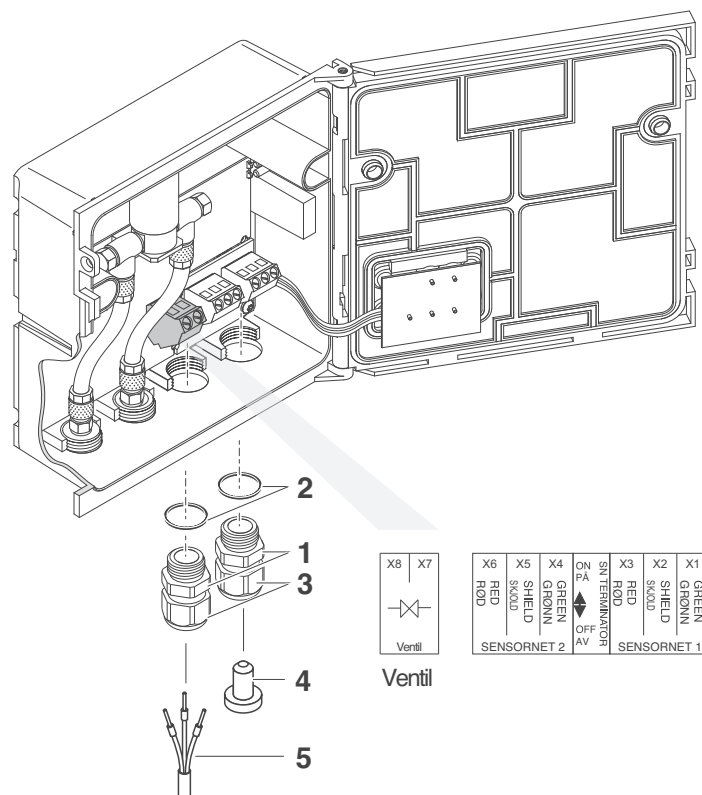

Fig. 3-1 Klemmeavslutning for ventilkontrollledningen
- 2 Skru kabelgjennomføringen (pos. 1 i Fig. 3-1) med tetningsringen (pos. 2) inn i venstre tilkoblingsåpning.
- 3 Løsne koblingsringen (pos. 3 i Fig. 3-1).
- 5 Koble ledningene til ventilkontrollledningen (pos. 5 i Fig. 3-1) til klemterminalen for ventilkontrollledningen. Mens du gjør det, vær oppmerksom på spesifikasjonene på etiketten som er plassert under rekkeklemmen.
- 6 Stram koblingsringen (pos. 3 i Fig. 3-1).
Skrue en kabelgjennomføring med tetningsring inn i den frie åpningen og lukk den med den vedlagte blindpluggen (pos. 4 i Fig. 3-1).
- 9 Stram koblingsringen (pos. 3 i Fig. 3-1).